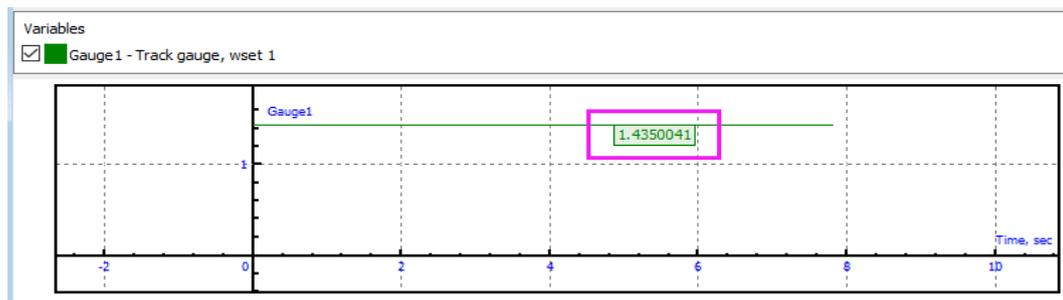

图 037-12
9、中断仿真，将 SCR-SCW distance(δ)值修改为 6.05mm，再次进行时域计算，此时轨距为 1.435m，如图 037-12。